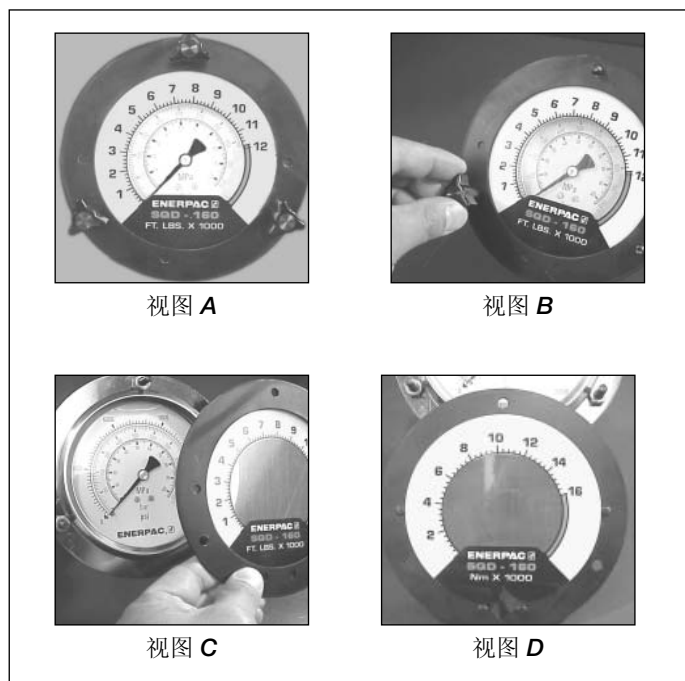

图 10 — 扭矩盖安装
泵上预装有压力计。为了方便操作，我们为每个泵提供了几个扭矩盖。将扭矩盖装到压力计刻度盘面上，就能轻松将压力读数换算为扭矩读数（见图 10 — 视图 A）。扭矩盖一侧为英制单位 (Ft-Lbs)，另一侧为公制单位 (Nm)。要更改度量，滑动扭矩盖即可。
1. 卸下固定压力计前法兰的三个黑色翼形螺母（见图 10 — 视图 B）。
2. 卸下前法兰和扭矩盖（见图 10 — 视图 C）。
3. 将新扭矩盖（记住对照 Enerpac 扭矩扳手检查所用扭矩盖是否正确）插到法兰上，将扭矩盖对准法兰背面的凹陷（见图 10 — 视图 D）。
4. 将扭矩盖贴到法兰背面（见图 10 — 视图 C），然后将法兰插到调节螺母上，根据需要将扭矩盖重新定位，然后将螺母的翼拧紧（见图 10 — 视图 B）。法兰会将扭矩盖压到压力计上，将它固定到位。请参见扭矩扳手说明，了解产生预期扭矩需要的压力值。注：不同的扳手和附件所需最大压力不同。